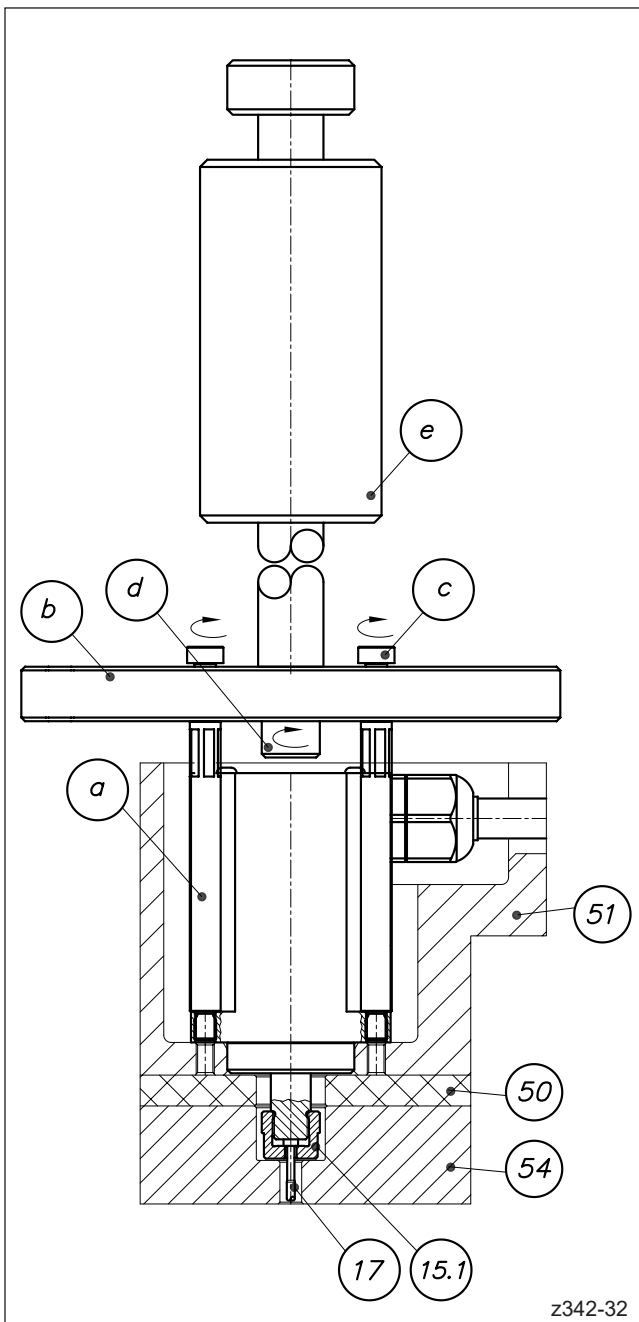

Abbildung 118: Demontagevorrichtung verschrauben, mit Schlaggewicht lösen
5. Demontagevorrichtung mit den zwei dazugehörigen Schulterpassschrauben (Pos. c) an den Bolzen verschrauben und handfest anziehen. Dabei die Zylinderschraube M10 (Pos. d) mittig über dem Servomotor positionieren (Abbildung 118).
6. Ein Schlaggewicht (Pos. e, vgl. Kapitel „5.3.1 Werkzeuge, Hilfsmittel und Betriebsstoffe“) an der Zylinderschraube M10 befestigen und mit gleichmäßigen, geraden Schlägen den Antrieb aus der Aufspannplatte lösen, ohne Diesen dabei zu verkanten. (Abbildung 118)